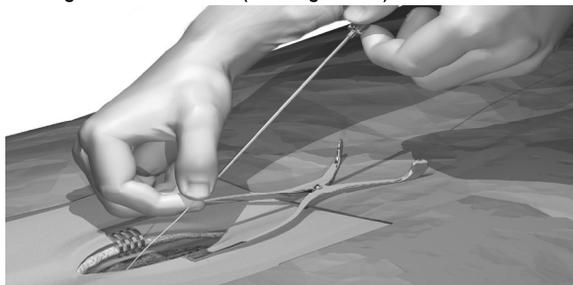

Figure 15. Retrait de l'aiguille d'insertion
3. Lorsque l'extrémité de l'aiguille d'insertion apparaît, maintenez la sonde aussi près que possible du site de sortie, puis retirez délicatement l'aiguille de la sonde (voir Figure 15).